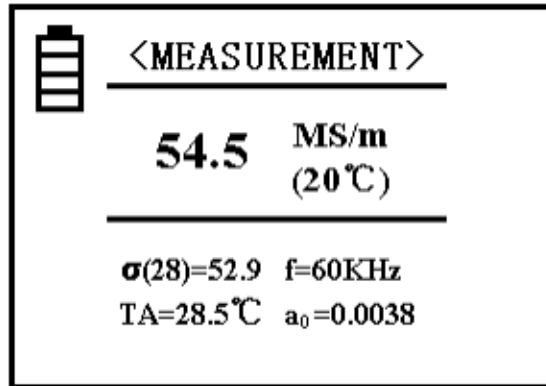

Bild 2
Wenn Sie die Taste "MEAS" drücken, gelangen Sie sowohl aus dem Willkommensbildschirm, als auch aus dem Kalibrier Menü und der Einstellungsoberfläche direkt zur Messung (*Bild 2*).
- Die Anzeige im oberen Bereich des Displays (vgl. "Messung"/"Measurement" (*Bild 2*)) zeigt, in welchem Modus Sie sich aktuell befinden.